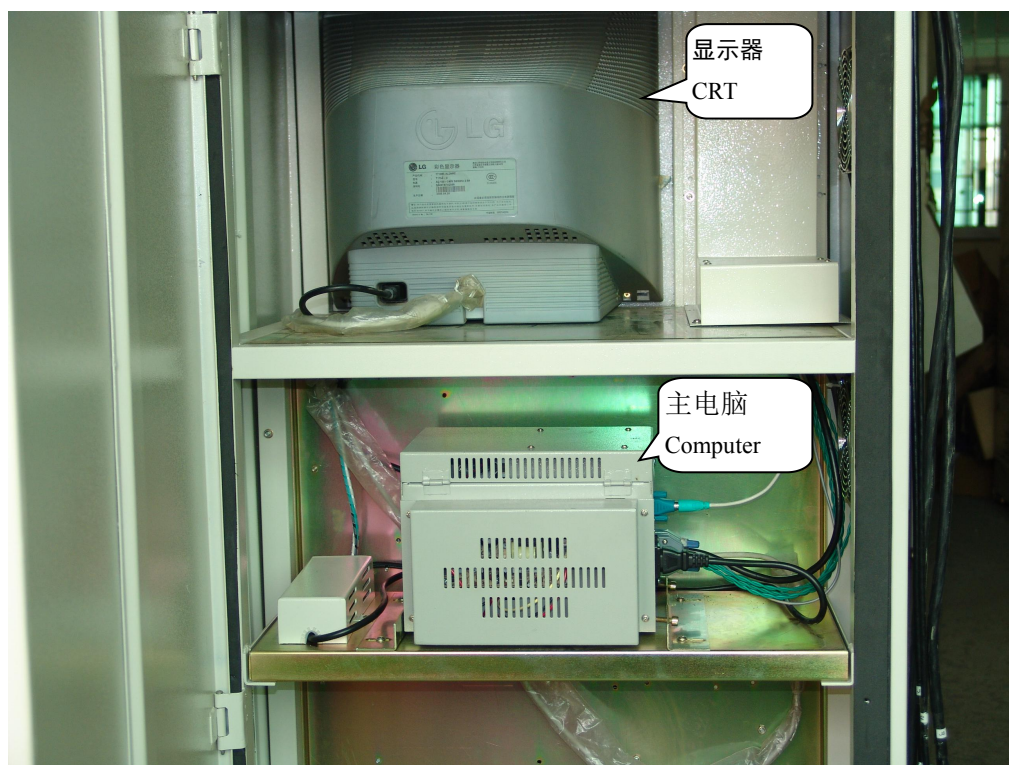

图 fig 2.10
2.2.4. 电脑安装 Computer installation(图 fig 2.10)